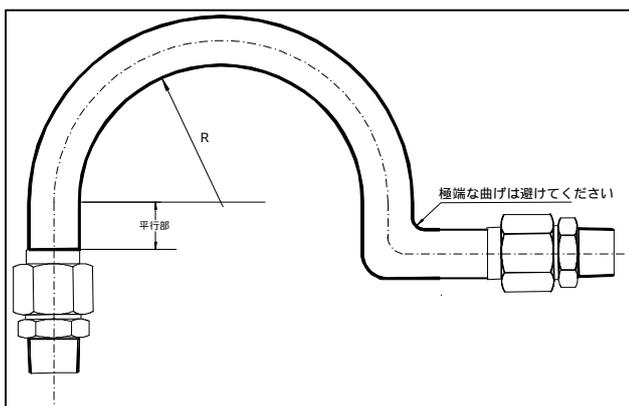

図3
- 継手付近でホースを極端に曲げたり、ホースに大きな荷重をかけないでください。ホースの抜けの原因となります。（最小曲げ半径は、ホース外径寸法の4倍以上でご使用ください。図3参照）
継手付近でホースを極端に曲げないで下さい。最小曲げ半径は、ホース外径の4倍以上でご使用ください。ホースに大きな荷重を掛けないで下さい。ホースが長い場合、ホースの中の流体の重さもホース抜けの原因になりますので、途中でホースを支えて下さい。また、同様の理由からホースを束ねることも避けて下さい。[図3・4]